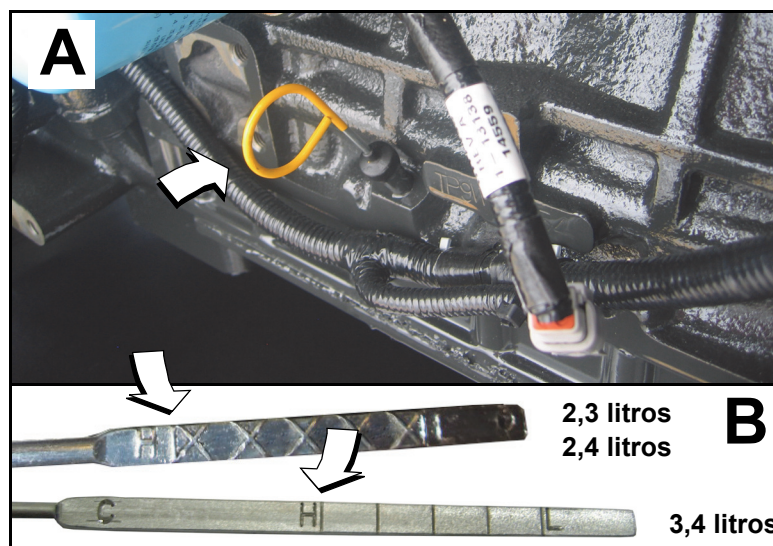

Figura 5-10. Vareta de nível de óleo
1. Remova a vareta e limpe com um pano limpo. Ver A na Figura 5-10.
4. Se necessário, remova o tampão de abastecimento de óleo e adicione o óleo lentamente até que o nível chegue à marca H (alto). Consulte B de Figura 5-10.